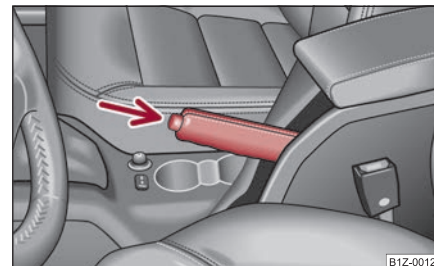

Fig. 148 Consola central: Freno de mano
- Tire de la palanca del freno de mano un poco hacia arriba **y pulse al mismo tiempo** el botón de bloqueo ⇒ fig. 148.